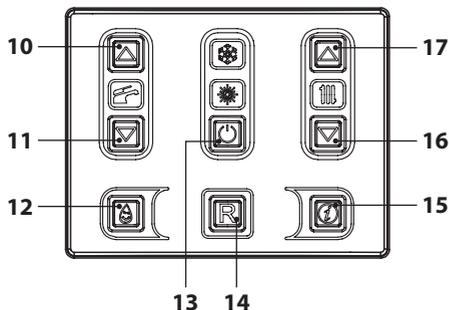
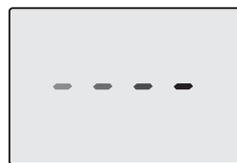

Figura 2.12
Figura 2.13
Per attivare la funzione preriscaldamento 3 stelle tenere premuti contemporaneamente i tasti 10 e 11 (Figura 2.12) fino a far apparire sul display LCD il simbolo ☺ (Figura 2.11).
N.B. Se alla caldaia viene tolta l'alimentazione elettrica, alla successiva riattivazione aspettare almeno 1 minuto prima di attivare la funzione. Per disabilitare la funzione preriscaldamento 3 stelle tenere premuti contemporaneamente i tasti 10 e 11 (Figura 2.12) fino a quando nel display LCD non scompare il simbolo ☺.
Tenere premuto per 2 secondi il tasto 13 (Figura 2.12) fino a far apparire sul display il simbolo - - - - (i trattini vengono accesi in sequenza per simulare uno scorrimento) (Figura 2.13).